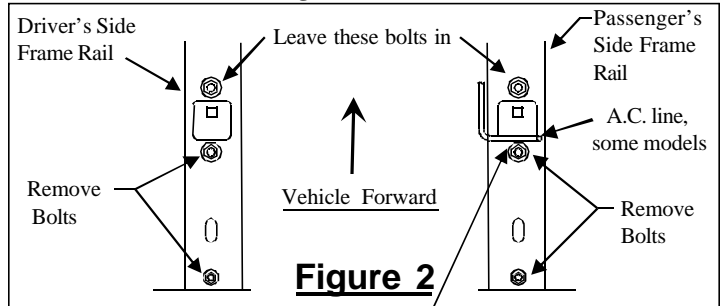

Figure 2
- Snap plastic loom in place over Air Conditioning line on Passenger's side near bolt if present. See Figure 2 above.
- Remove existing bolts from frame rails as shown in Figure 2, (2) on driver's side, (2) on passenger's side and retain for hitch installation.
2. Enclencher la gaine isolante de plastique en place au-dessus de la conduite de climatisation du côté passager, à proximité du boulon s'il est présent. Voir la Figure 2 ci-dessus.
3. Enlever les boulons existants des longerons comme illustré à la figure 2, deux (2) du côté conducteur, deux (2) du côté passager, et les conserver pour l'installation de l'attelage.